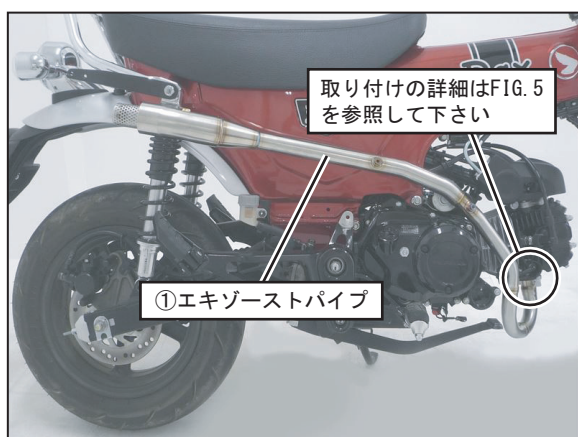

FIG. 4
4. 純正エキゾーストガasketを新品に交換し、①エキゾーストパイプをエンジンの排気ポート部に⑨ロングフランジナットM8を使用して仮締めして下さい。(FIG. 4, 5 参照)